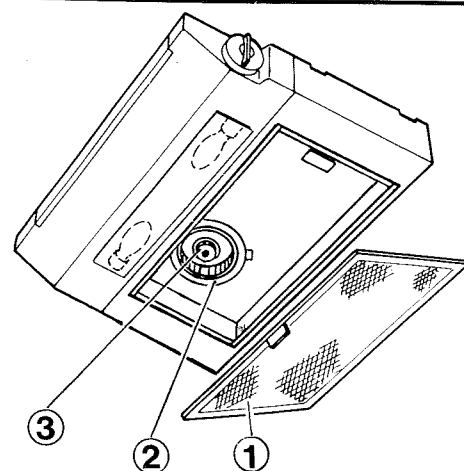

FIG 6
- Tag bort filtret (1 i fig 6).
- Lossa inloppsringen (2 i fig 6).
- Lossa centrummuttern (3 i fig 6).